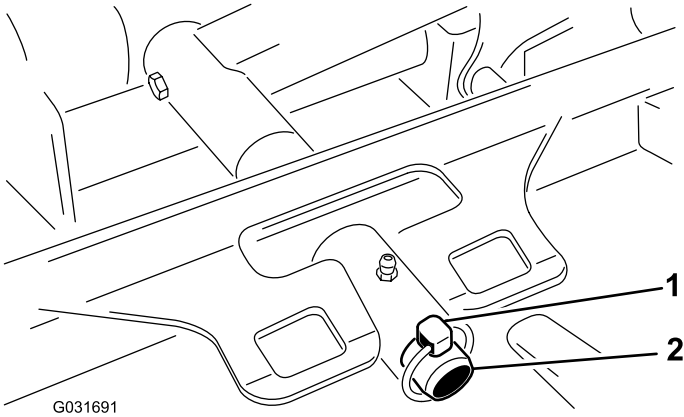

Figura 79
3. Retire o pino de sujeição que fixa a estrutura de suporte da plataforma ao pino da articulação do braço de elevação (Figura 79).
3. Deslize a estrutura de suporte da plataforma para o pino da articulação do braço de elevação e prenda-a com o pino de sujeição (Figura 79).